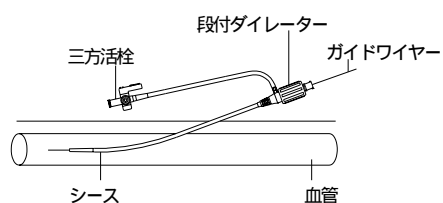

図3
9. 一体化したシース・段付ダイレターを、外部に出ているガイドワイヤーを通して、できるだけ皮膚と平行になるようにして血管内に挿入する(図3参照)。